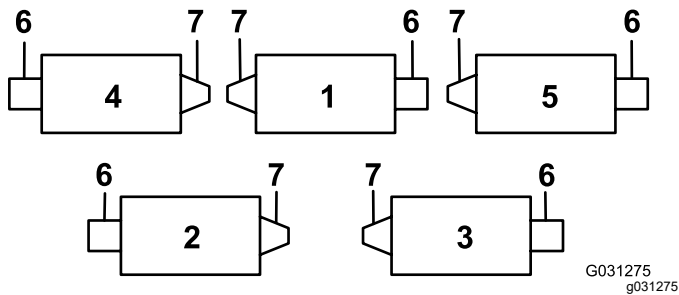
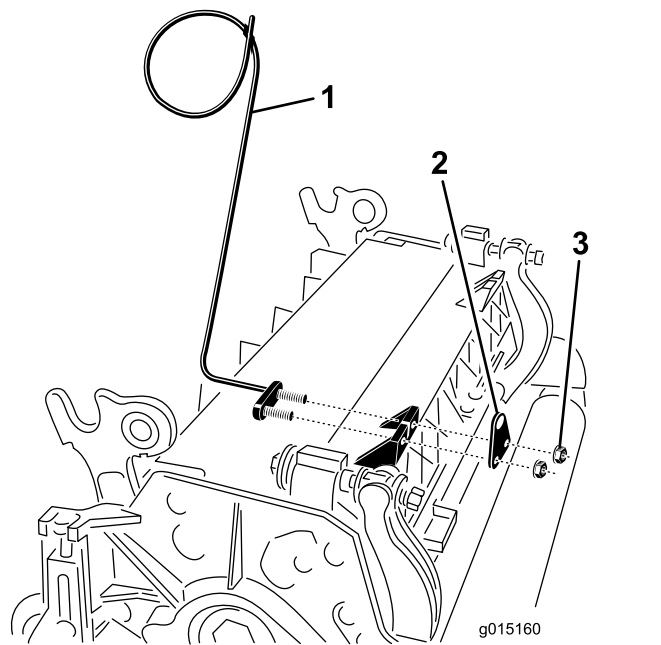
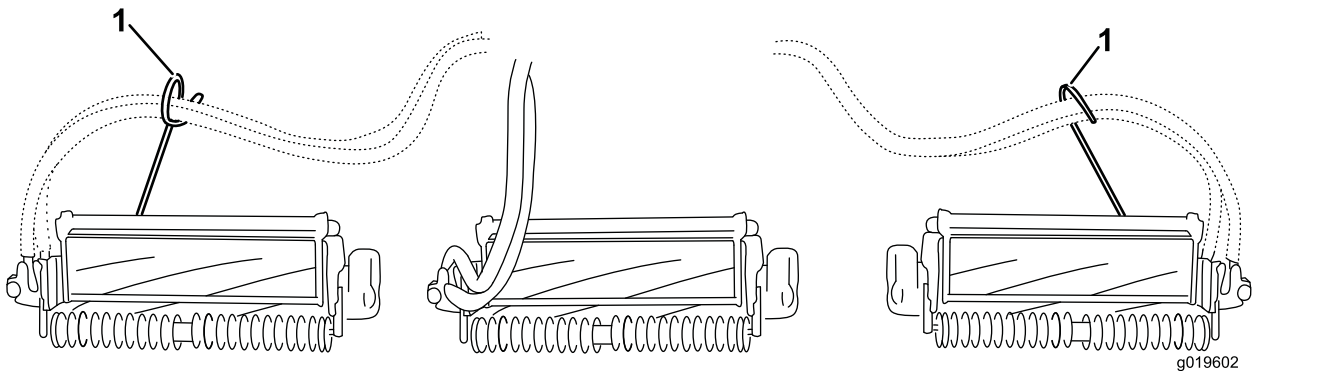

Bild 6
Bild 7
Bild 8
7. Montieren Sie an den Schneideinheiten Nr. 4 (vorne links) und Nr. 5 (vorne rechts) die Schlauchführungen mit den Befestigungsmuttern der Stangenhalterung vorne an den Mähwerksnasen. Die Schlauchführungen sollten sich zur mittleren Schneideinheit neigen (Bild 6, Bild 7, Bild 8).